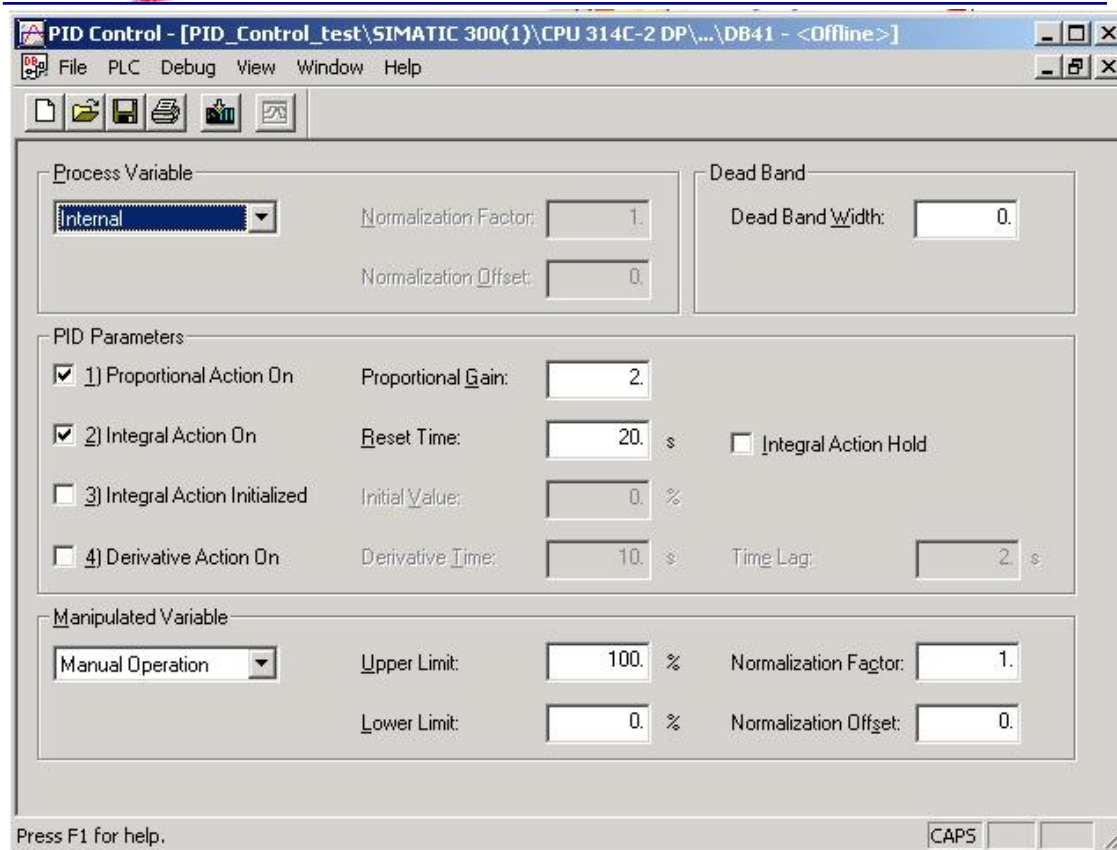

图 10
- 在最开始的对话框中，你既可以打开一个已经存在的 FB41/ SFB41 “CONT\_C” 或者 FB42/ SFB42 “CONT\_S”的背景数据块。也可以生成一个新的数据块，再可以分配给 FB41/ SFB41 “CONT\_C” 或者 FB42/ SFB42 “CONT\_S”，作为背景数据块。（如图 10）